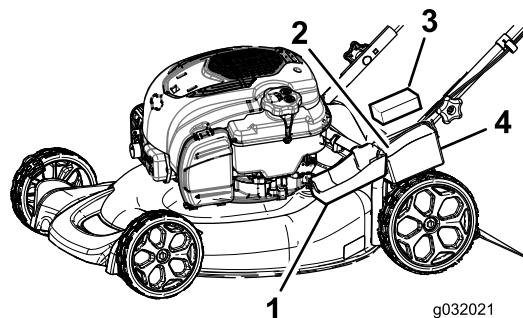

Рисунок 23
1. Расфиксируйте крышку аккумулятора и снимите его (Рисунок 23).